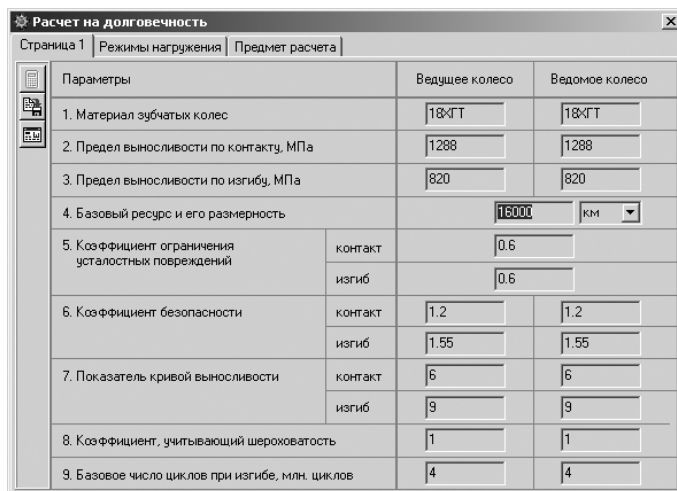

Рис. 5.39. Диалоговое окно **Расчет на долговечность**
- щелкните в начальном окне системы **Расчеты конической передачи с круговыми зубьями** (см. рис. 5.23) по кнопке **Расчет на долговечность**. Появится диалоговое окно **Расчет на долговечность**, см. рис. 5.39.
- щелкните в диалоговом окне **Расчет на долговечность** (см. рис. 5.39) по вкладке **Режимы нагружения**. Она раскроется;